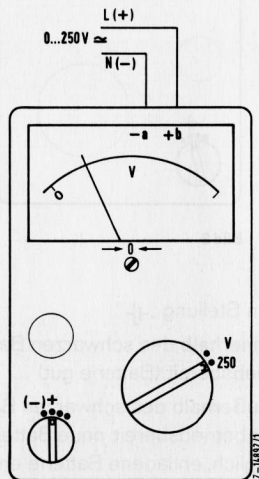

Bild 4
- Meßbereichwahlschalter (1) in Stellung „250 V“ schalten
- Meßgerät nach Bild 4 anschließen.